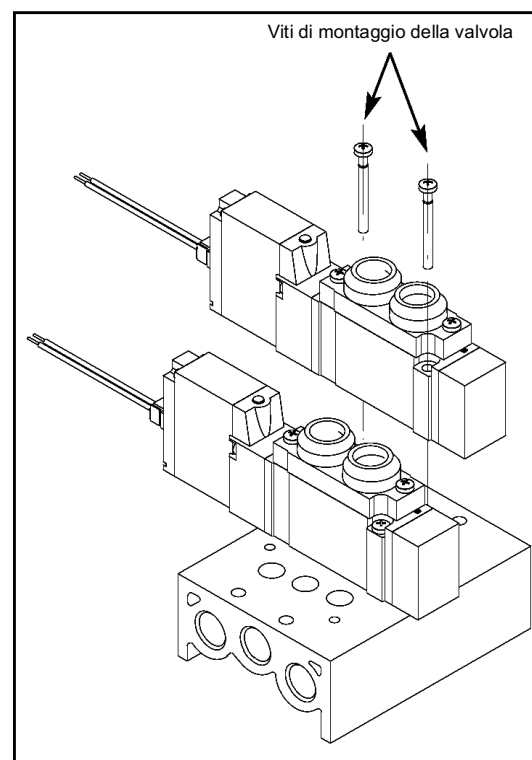

Figura 23
7.2.1 Riassemblaggio della valvola (vedere Figura 23)